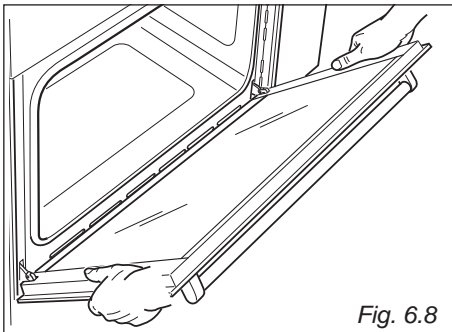

Fig. 6.8
- Ta tag i ugnsluckan som illustrerad på Fig. 6.8.